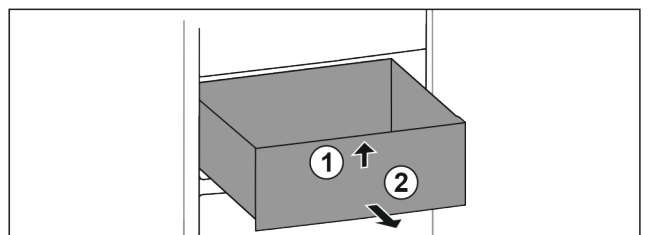

Fig. 95
- ▶ 抬起抽屉前部。 Fig. 95 (1)
- ▶ 朝前取出抽屉。 Fig. 95 (2)